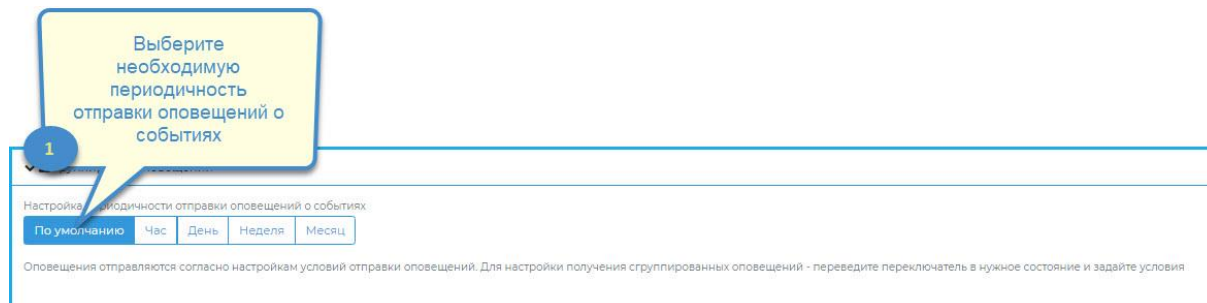

Рисунок 12 – Форма настройки пользователя (группировка оповещений/по умолчанию)
- Положение "По умолчанию" – оповещения НЕ группируются, отправляются согласно условиям отправки оповещений и личным настройкам на форме настроек пользователя (Рисунок 12).